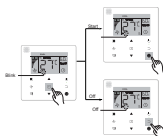

Figura 6.13
- Activar/desactivar la función **Silencio** : pulse el botón **F** para ir a la función **Silencio** (el icono **■** parpadeará en pantalla); a continuación, pulse **•** para confirmar y activar la función o bien pulse **⏏** para cancelar y desactivar la función (ver Figura 6.13).